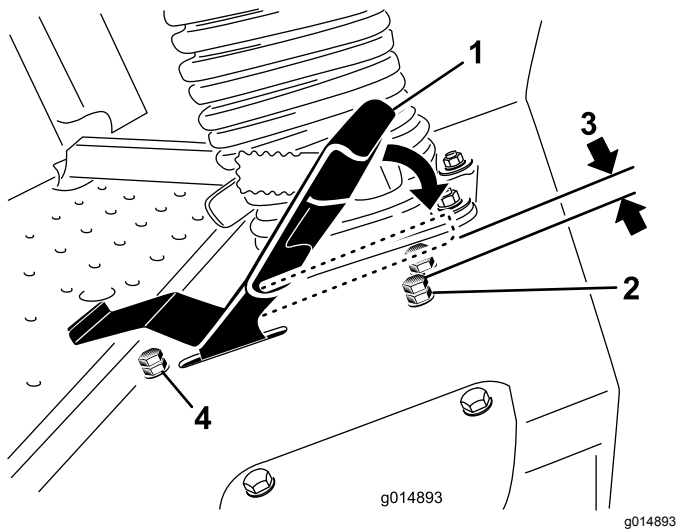

図 49
3. 走行ペダルのストップボルトについているジャムナットをゆるめる(図 49)。